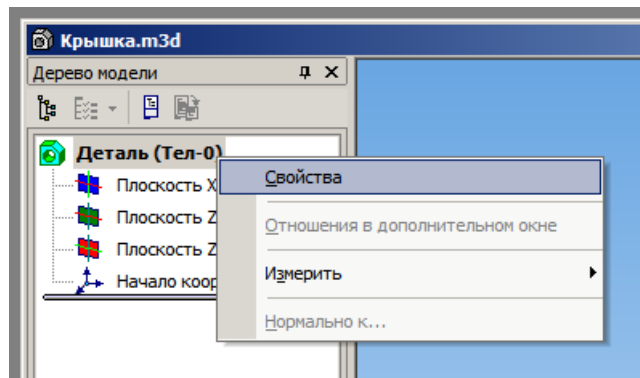

Рис. 4. Из появившегося меню выберите Свойства
6. В *Дереве* построений щелкните правой кнопкой мыши по элементу *Деталь*, в результате чего появится меню (рис. 4), из которого выберите пункт *Свойства*.